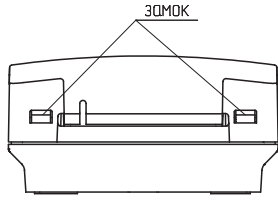

Рисунок 3
6.7 Для установки извещателя необходимо отсоединить корпус от основания, нажав отверткой на замки (см. рисунок 3). (При этом кнопка должна быть в сработавшем состоянии).